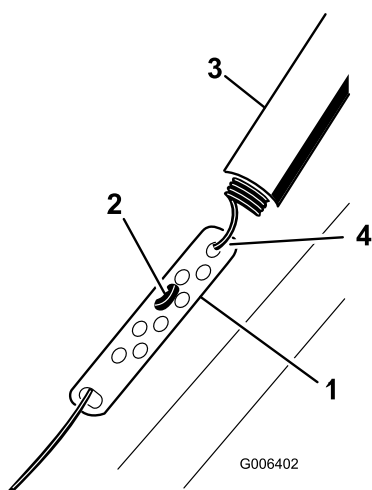

Bild 18
1. Schieben Sie die Federabdeckung nach oben und haken Sie die Feder aus dem Einstellglied aus (Bild 18).
2. Setzen Sie das Z-Anschlussstück in ein höheres oder niedrigeres Loch am Einstellanker, um den Abstand von 2 mm bis 3 mm zwischen dem Schaltrückzug und dem Hebel zu erhalten (Bild 18).